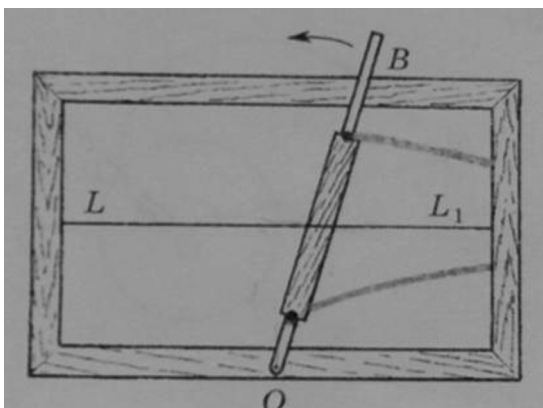

Рис. 2. Конхоидограф
В 3 веке до н.э. древнегреческий математик Никомед придумал любопытную кривую. Рассказав об этой кривой, Прокл Диадок назвал её Конхоидой (от греч. «конхе» – раковина). С помощью этой кривой Никомед разделил острый угол на три равные части (рис. 3). Для построения конхоиды Никомед сконструировал прибор – «Конхоидограф» (рис. 2). Конхоидограф представляет собой рамку, в которой натянута проволока (LL1), и рейка (OB), закреплённая с одной стороны, по которой перемещается втулка с закреплёнными карандашами. Втулка так же ходит по проволоке (LL1) [2, 3].